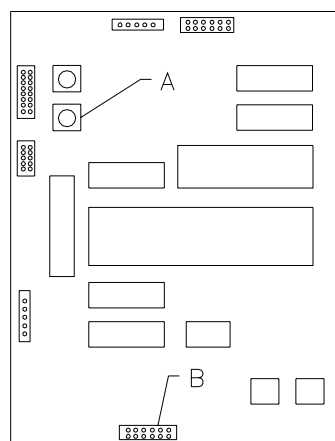

FIG. 5
9.1 MONTAJE SELECTOR DE MONEDAS (FIG. 5)
Esta tarjeta va conectada sobre el conector donde normalmente se conecta la caja para fichas, mientras que el selector va conectado sobre el conector flat 16 vias de la interface misma (ref.B FIG. 5).
Después de haber instalado la interface en la máquina, ocupar los dos microinterruptores de la puerta con las llaves que se entregan (una en la máquina y la otra en el equipo de repuestos). Para acceder a la programación, apretar el botón A (FIG. 5) situado en la interface misma, sobre el display aparecerá "C 01".